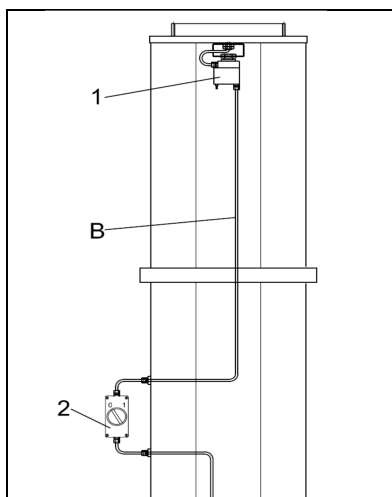

fig.40
2. Raccorder le câble **B** le plus long du collecteur rotatif **1** à l'interrupteur de ligne **2**. (fig.40)